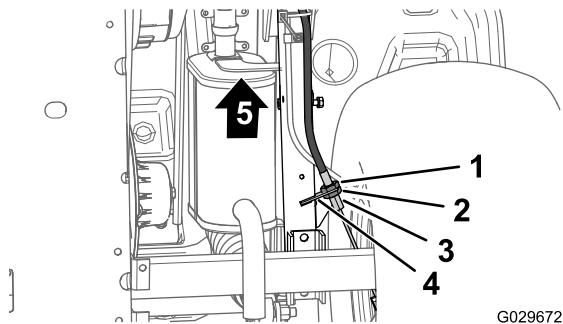

Figura 54
- En la parte inferior de la máquina, afloje 4 vueltas la contratuerca trasera del ajustador roscado del cable del freno de estacionamiento (Figura 54).
- Apriete la contratuerca delantera (Figura 54).
- Afloje 1 vuelta la contratuerca delantera (Figura 54) del ajustador roscado del cable del freno de estacionamiento.
- Apriete la contratuerca trasera (Figura 54).
- Afloje 1 vuelta la contratuerca trasera (Figura 54) del ajustador roscado del cable del freno de estacionamiento.